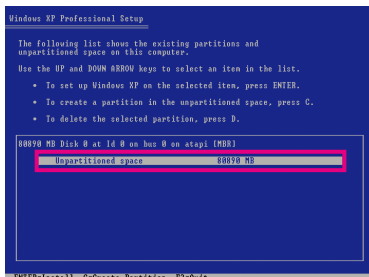
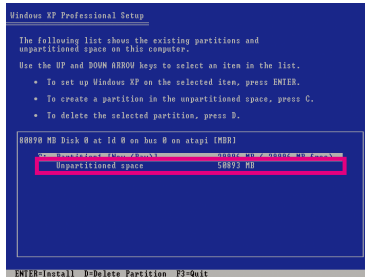

Figura 1
Figura 2
2. Quando fizer o particionamento de seu disco rígido (Figura 1), certifique-se de deixar espaço não alocado para Xpress Recovery2 (recomenda-se 10 GB ou mais; os requisitos de tamanho real variam, dependendo da quantidade de dados) (Figura 2).